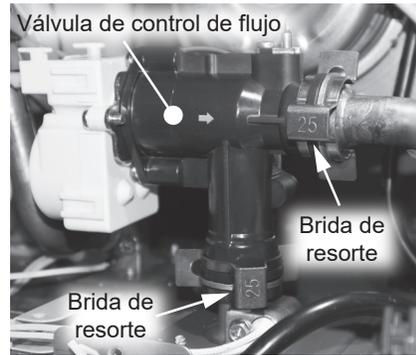

Figura 176 - Retiro de las bridas de resorte de la válvula de control de flujo
lado en un lugar seguro para volver a instalarlas. Consulte la Figura 176.
21 Ubique las dos (2) bridas de resorte que se retiraron anteriormente en el Paso 15. Instale bridas de resorte en la válvula de control de flujo para fijarla a las conexiones de las tuberías. Consulte la Figura 176. Verifique que las conexiones de agua estén firmes y que no tengan fugas.